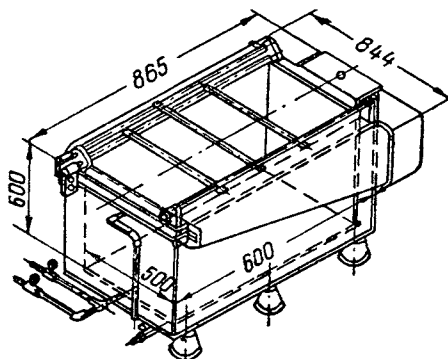

Рис. 7. Ванна хромирования
- 5) ванны хромирования (рис. 7);